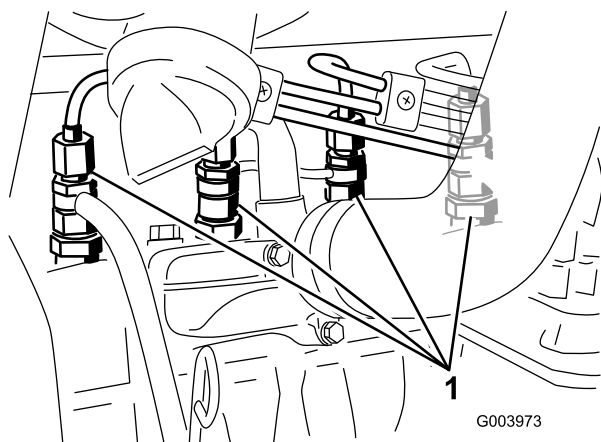

Figura 56
1. Afloje la conexión entre el tubo y el conjunto de boquilla y soporte N° 1 (Figura 56).